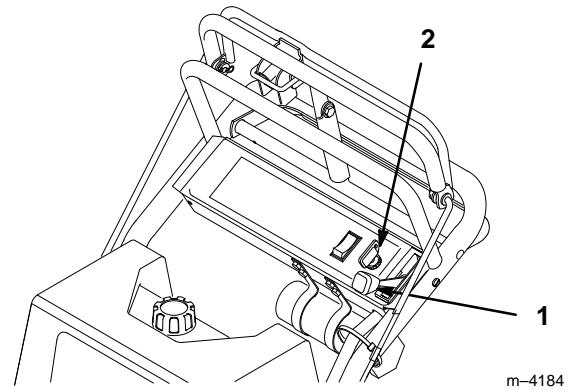

Abbildung 12
1. Den Gashebel auf SLOW (LANGSAM) stellen (Abb. 12).
2. Den Zündschlüssel auf OFF (AUS) stellen (Abb. 12).